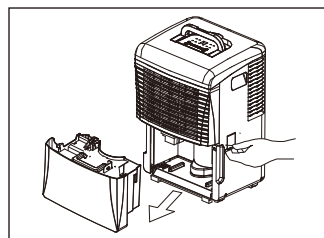

Fig.10
- Levante la aleta lateral en el lado derecho de la unidad, como mirando desde la parte delantera (Fig. 10)